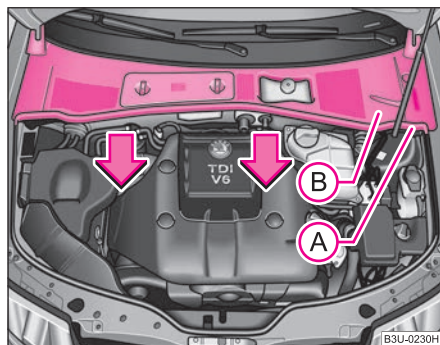

Fig. 180 Vano motor:
- Retire la junta (A) y saque la cubierta de la caja de aguas (B) en el sentido de la flecha ⇒ fig. 180.